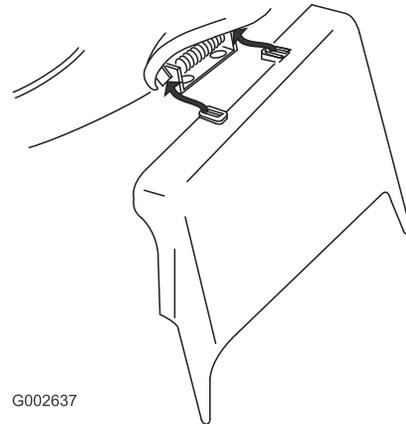

Figure 36
3. Montez l'éjecteur latéral et rabattez le volet sur l'éjecteur (Figure 36).